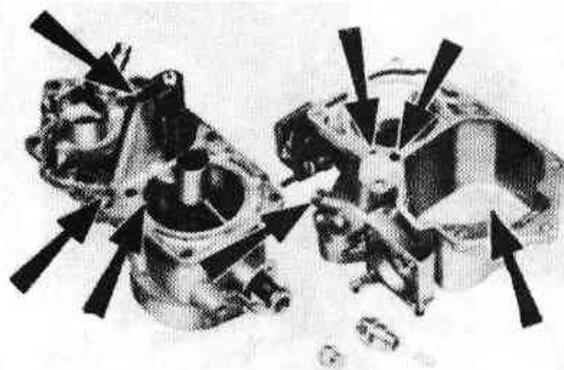

Рис.3.20. Основные части, подлежащие очистке (Разд.22)
11. Прочистите жиклеры и каналы, показанные на Рис.3.20 при помощи струи чистого, сухого сжатого воздуха.